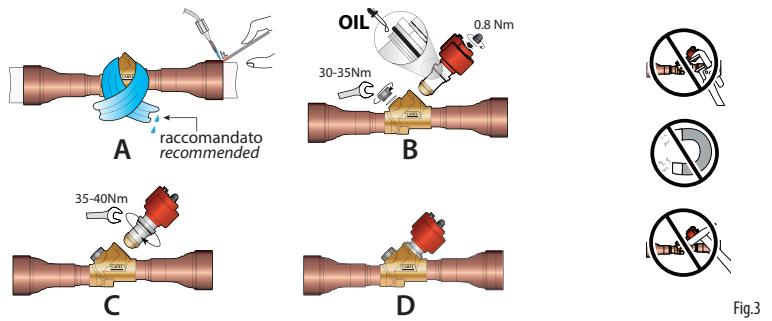

Fig.3
La valvola deve essere saldata al circuito mediante brasatura dei raccordi ai tubi di uscita condensatore (IN) e di ingresso evaporatore (OUT). Seguire la successione indicata in Fig. 3:
2. E' raccomandato avvolgere uno straccio bagnato sul corpo valvola e procedere alla brasatura orientando la fiamma verso l'estremità dei raccordi come da Fig. 3-A. È consigliato l'utilizzo di una lega a base fosforo, ad es. CuP 281 (ISO17672). La temperatura del corpo valvola deve essere sempre inferiore ai 110 °C.
3. Utilizzare l'O-ring (diam. int. 34.59 mm; sp. 2.62 mm; mat. Neoprene) presente nella confezione per poi inserirlo nell'apposita cava schiacciandolo con la pressione del dito. Verificare la corretta posizione dello stesso testandone l'adesione uniforme sul fondo della sede di tenuta (Fig. 3-B);
4. Avvitare il corpo valvola e la cartuccia in acciaio come riportato in Fig. 3-C.
5. Inserire il motore nella cartuccia fino a fondo corsa, seguendo le indicazioni di Fig. 3-B e collegarlo al driver CAREL secondo le istruzioni riportate nelle Fig. 5-6.
Serrare la spia seguendo le indicazioni di Fig. 3-B.
The valve must be welded to the circuit by brazing the connections to the condenser outlet (IN) and evaporator inlet (OUT) pipes. Follow the sequence illustrated in Fig. 3:
2. Wrap a wet rag around the valve body and carry out the braze-welding, directing the flame towards the ends of the fittings, as shown in Fig. 3-A. It is recommended to use a phosphorus-based alloy, e.g. CuP 281 (ISO17672). The valve body temperature must never exceed 110 °C.
3. Use the O-ring (ID 34.59 mm; thickness 2.62 mm; neoprene) included in the package, and then insert it in the slot provided, pressing it by finger. Check its correct positioning by ensuring uniform adhesion on the bottom of the sealing seat (Fig. 3-B);
4. Screw on the valve body and the steel cartridge as shown in Fig. 3-C.
5. Insert the motor into the cartridge as far as it will go, following the instructions shown in Fig. 3-B and connect it to the CAREL driver, according to the instructions shown in Fig. 5-6.
Caution! It is recommended to lubricate the O-ring with a thin layer of compatible oil. Tighten the sight glass following the instructions in Fig. 3-B.
La vanne doit être soudée au circuit par brasage des raccords aux tubes de sortie du condens. (IN) et d'entrée de l'évaporateur (OUT). Suivre l'ordre indiqué sur la Fig. 3:
2. Il est recommandé d'envelopper le détendeur dans un chiffon humide et de procéder au brasage en orientant la flamme vers l'extrémité des raccords, comme indiqué Fig. 3-A. L'utilisation d'un alliage à base de phosphore est recommandée, par ex. CuP 281 (ISO17672). La température du corps de détendeur doit toujours être inférieure à 110 °C.
3. Utiliser le joint torique (diam. int. 34,59 mm; ép. 2,62 mm ; mat. néoprène) présent dans l'emballage, puis l'insérer dans la rainure en le comprimant avec un doigt. Vérifier la position du joint en contrôlant qu'il adhère bien uniformément au fond du logement du joint d'étanchéité (Fig. 3-B);
4. Visser le corps du détendeur et la cartouche en acier comme indiqué sur la Fig. 3-C. **Attention!** Si la tige filetée sort complètement du siège de travail de la cartouche, visser la tige sans que le moteur soit en marche et tourner jusqu'à ce qu'un petit clic se fasse entendre (le cadre anti-rotation est revenu dans son siège). Mettre le driver en mode manuel et régler le nombre de pas sur 480 (ouverture complète); lancer la séquence de pas, la tige se positionne à l'intérieur du guide anti-rotation afin d'être installée correctement.
5. Insérer le moteur à fond dans la cartouche, en suivant les indications de la Fig. 3-B et le raccorder au driver CAREL en suivant les instructions des Fig. 5-6.
6. Lorsque le détendeur est froid, visser sur le corps du détendeur le témoin de débit (code E4VSGH00*0) à l'intérieur de l'orifice fileté, en vérifiant la présence et l'intégrité du joint torique (diam. int. 20,35 mm; ép. 1,78 mm; mat. Néoprène (des matériaux différents peuvent nuire à une utilisation correcte de l'ensemble), qui garantit l'étanchéité. **Attention!** Il est recommandé de lubrifier le joint torique avec une fine couche d'huile compatible. Serrer le témoin lumineux comme indiqué sur la Fig. 3-B.